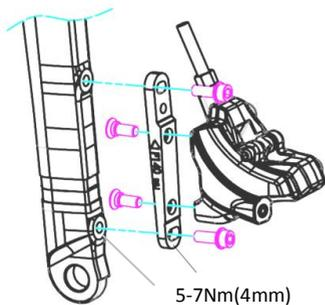

Fig. D-1 卡鉗與轉接座
- 先組合卡鉗與轉接座(螺絲扭力 5-7Nm) (Fig. D-1)